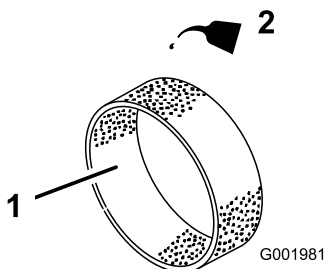

Bild 43
- Tragen Sie 30 oder 60 ml des Öls auf das Element auf (Bild 43).